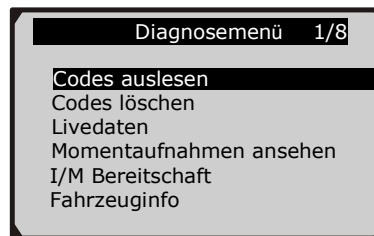

Bild 4.3
- 7) Ansicht einer Zusammenfassung des Systemstatus (MIL Status, DTC Zählungen, Überwachungsstatus) auf dem Bildschirm. (Bild 4.1) Warten Sie einige Sekunden oder drücken Sie irgendeine Taste, damit das Diagnosemenü (Bild 4.3) erscheint.
- 1) Benutzen Sie die SCROLL Taste um Codes Löschen aus dem Diagnosemenü zu wählen und drücken Sie die EINGABE/Verlassen Taste. (Bild 4.3)
- 1) Um Livedaten anzuschauen, benutzen Sie die SCROLL Taste um Livedaten aus dem Diagnosemenü zu wählen und drücken Sie die EINGABE/Verlassen Taste. (Bild 4.3)
- 1) Um Momentaufnahmen anzuschauen, benutzen Sie die SCROLL Taste um Momentaufnahmen aus dem Diagnosemenü zu wählen und drücken Sie die EINGABE/Verlassen Taste. (Bild 4.3)